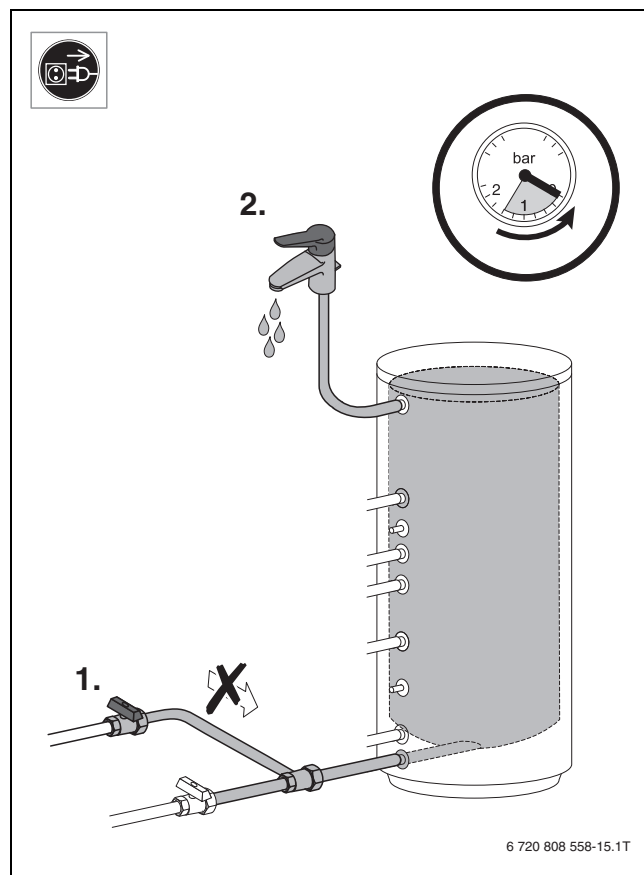

Fig. 22
- ▶ Сбросьте давление в баке-водонагревателе (→ рис. 22, стр. 79).